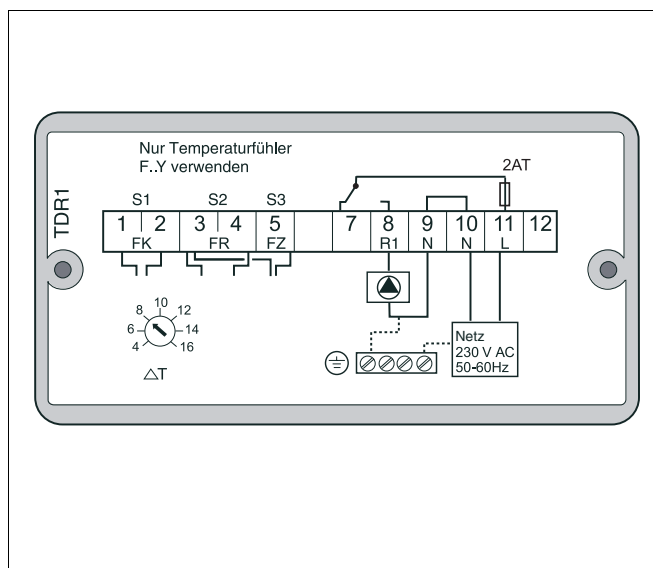

Abb. 11 Elektrische Anschlüsse
- Den KA306 bzw. WTK-Fühler an die Klemmen 1 und 2 (Abb. 11) anschließen.
- Der **Speicher-Fühler FR** (FRY 20, ca. 20 mm lang mit dreieckiger Einkerbung, 12 mm und einem grauen, normalen Anschlusskabel) wird mittels beiliegender Klemme direkt befestigt. Beim Pufferspeicher (PS) bzw. beim Kombispeicher ist der Fühler mittels Tauchhülse unten in den Speicher einzubauen oder als Anlegefühler hinter der Isolierverkleidung im unteren Bereich anzubringen. Die Anschlussleitung wird bis zum Regelgerät verlängert und an die Klemmen 3 und 4 (Abb. 11) angeschlossen. Verfügt die Heizungsanlage über einen 4-Wege-Mischer, so ist der Anlegefühler an den Vorlauf der Heizungsanlage oberhalb des Mischers und der Heizungspumpe einzubauen.